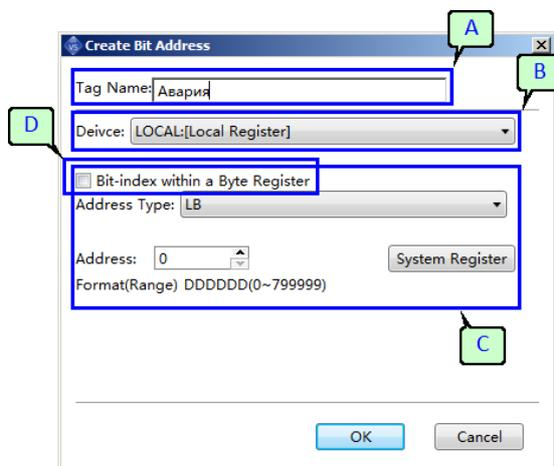

Рисунок 144 - Добавление нового элемента в библиотеку
- **новый Bit** - добавить новый элемент в библиотеку. При нажатии кнопки будет запущен диалог добавления новой метки, соответствующей биту данных (рисунок 144);